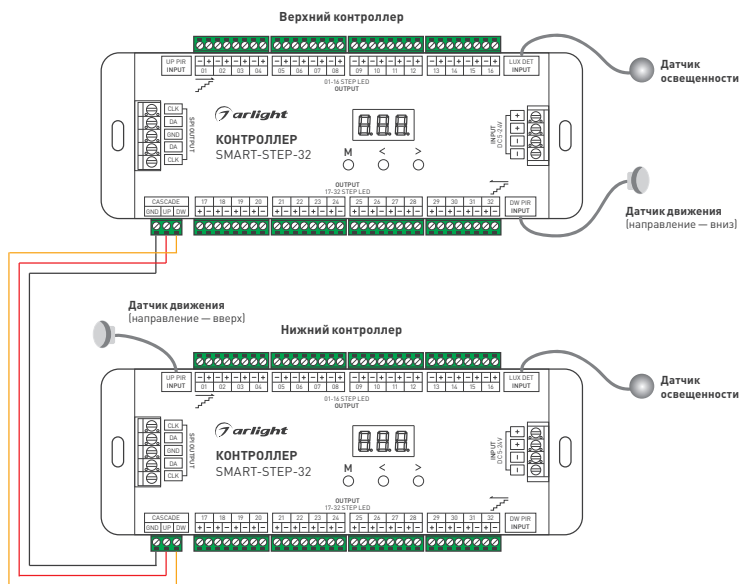

Рис. 6. Схема каскадного подключения контроллеров
- 3.8. Для расширения количества ступеней (до 64) допускается каскадное подключение двух контроллеров — рис. 6.